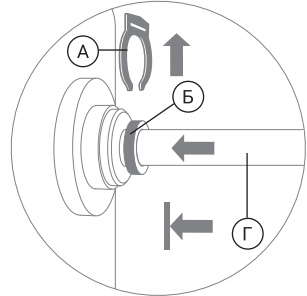

Рис. 4
2. Снимите стопорную клипсу (А). Удерживая цапговое кольцо (Б) прижатым к основанию фитинга, потяните на себя пластиковую трубку (Г) и аккуратно извлеките ее из фитинга (рис. 4).